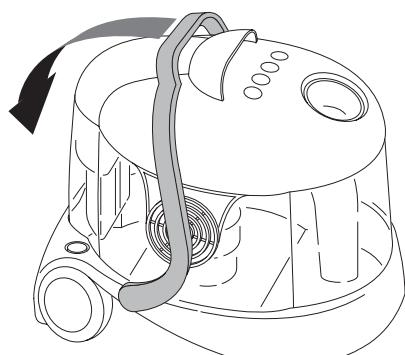

рис. 1
- Полностью опустите ручку блокировки головки Т (рис. 1).